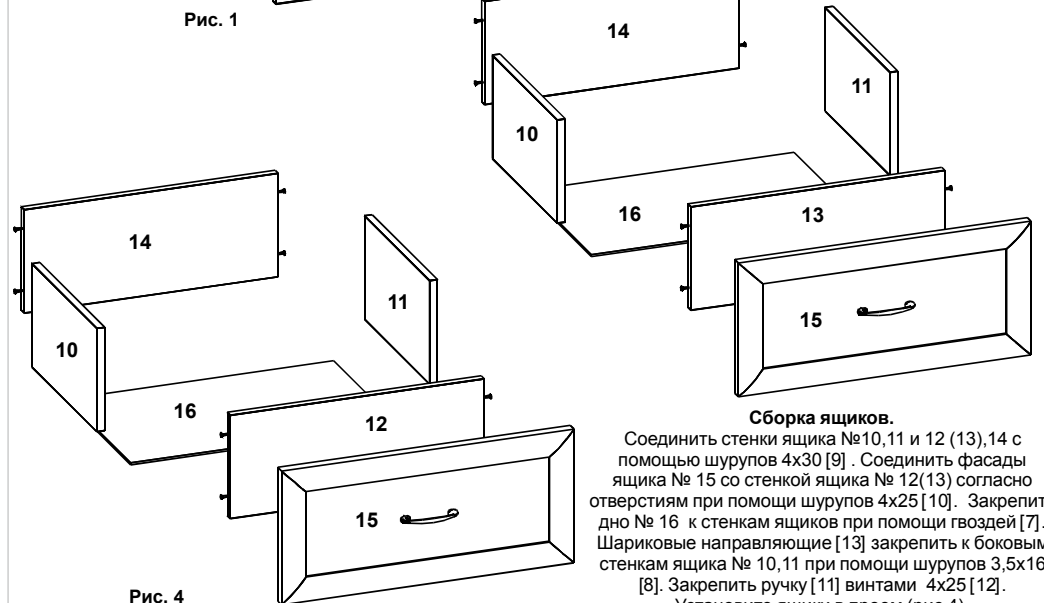

Рис. 4
Соединить стенки ящика №10,11 и 12 (13),14 с помощью шурупов 4x30 [9]. Соединить фасады ящика №15 со стенкой ящика №12(13) согласно отверстиям при помощи шурупов 4x25 [10]. Закрепить дно №16 к стенкам ящиков при помощи гвоздей [7]. Шариковые направляющие [13] закрепить к боковым стенкам ящика №10,11 при помощи шурупов 3,5x16 [8]. Закрепить ручку [11] винтами 4x25 [12]. Установите ящики в проем (рис.4).